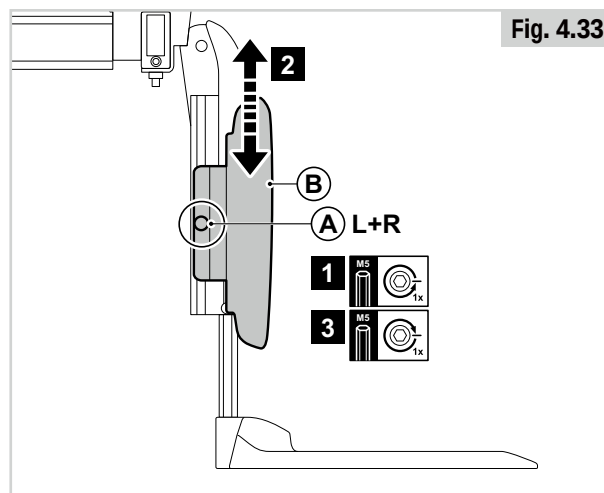

Fig. 4.33
Midterstillet lægstøtthøjde (Fig. 4.33)
- Som med alle bevægelige dele, skal du passe på ikke at få fingrene i klemme, (Fig. 4.33).